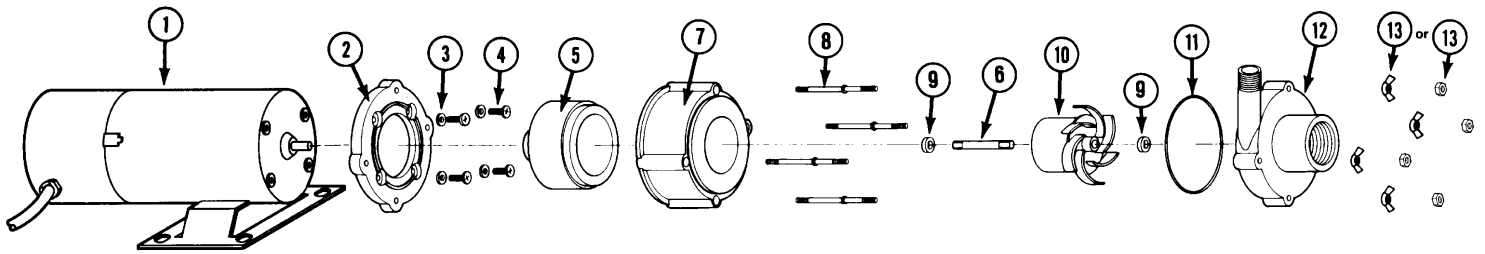

Figure 3 • Figure 3 • Figura 3
2. All wetted parts can be serviced by removing the 4 nuts (Figure 3, item 13) which hold the volute to the housing. The pump head components can easily be replaced in the field if necessary.
1. Les pompes sont livrées entièrement pré-assemblées et ont subi des essais. S'assurer avant le fonctionnement que les écrous (Figure 3, article 13) à oreille sont bien serrés.
2. Toutes les pièces en contact avec un liquide peuvent être enlevées pour l'entretien. Enlever les 4 écrous à ailettes (Figure 3, article 13) du boîtier. Si c'est nécessaire, les principales composantes de la pompe peuvent facilement être remplacées sur place.